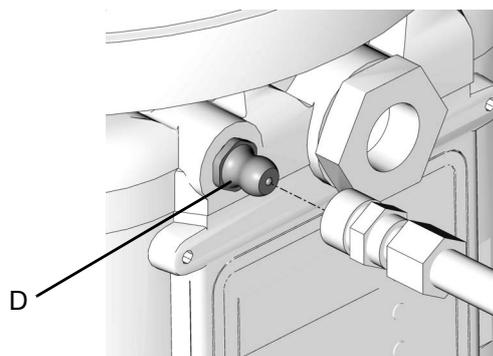

ABB. 22
- Reinigen Sie die Einlassverschraubung (D) (ABB. 22) vor dem Befüllen des Behälters immer mit einem sauberen, trockenen Tuch. Schmutz und/oder Schmutzteilchen können die Schmiermittelpumpe und/oder das Schmieresystem beschädigen.